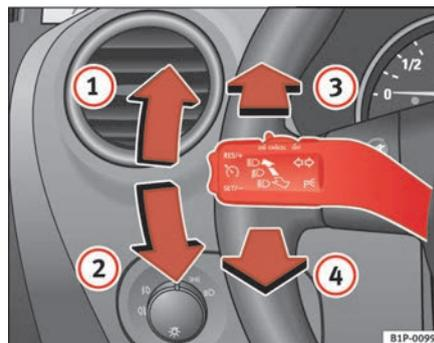

Fig. 77 Leva degli indicatori di direzione e degli abbaglianti
- Spingere la leva verso l'alto (fino al riscontro) ⇒ fig. 77 ① se si vuole mettere la freccia **a destra**; verso il basso ② invece, per mettere la freccia **a sinistra**. ▶
- Per accendere gli abbaglianti si deve spingere in avanti la leva \Rightarrow pag. 120, fig. 77 ③.